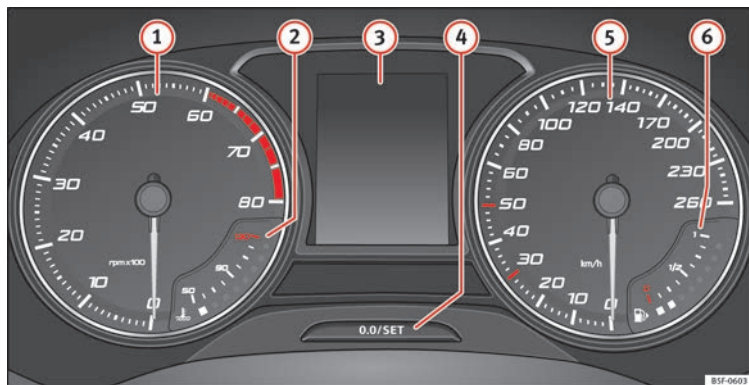

Abb. 120 Display des Kombi-Instrumentes in der Instrumententafel.
» **Abb. 120:**
Der Drehzahlmesser zeigt die Motordrehzahl pro Minute an » **Abb. 120** ①.
Die Nadel des Drehzahlmessers ① » **Abb. 120** darf den roten Bereich nur für einen kurzen Moment erreichen, andernfalls besteht die Gefahr eines Motorschadens.
Beim Einschalten der Zündung können auf dem Display des Kombi-Instruments » **Abb. 120** ③ je nach Fahrzeugausstattung verschiedene Informationen angezeigt werden:
- Drücken Sie kurz die Taste »» **Abb. 120** , um den Tageskilometerzähler auf 0 zurück zu setzen.
- Zum Einstellen der Uhrzeit die Taste »» **Abb. 120**  länger als 3 Sekunden gedrückt halten, um die Anzeige für Stunden oder Minuten auszuwählen.
Die Taste » » **Abb. 120**  länger als 15 Sekunden gedrückt halten, um die Motorkennbuchstaben (MKB) des Fahrzeugs anzuzeigen. Dazu muss die Zündung ein- und der Motor ausgeschaltet sein.
Die Kühlmitteltemperaturanzeige ❷ » Abb. 120 arbeitet nur bei eingeschalteter Zündung. Um Motorschäden zu vermeiden, beachten Sie bitte die folgenden Hinweise zu den Temperaturbereichen.